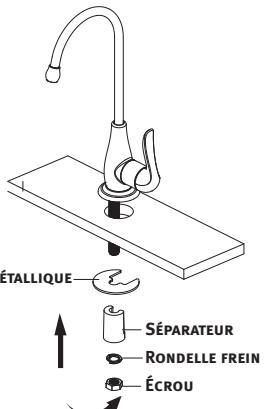

FIG.2
**REMARQUE : LE SÉPARATEUR NE DOIT ÊTRE UTILISÉ QUE SI L'INSTALLATION SE FAIT SUR UN ÉVIER OU UN COMPTOIR DE MOINS DE 12,7 MM (1/2 PO) D'ÉPAISSEUR. SINON, IL PEUT ÊTRE MIS DE CÔTÉ. (FIG. 2)**